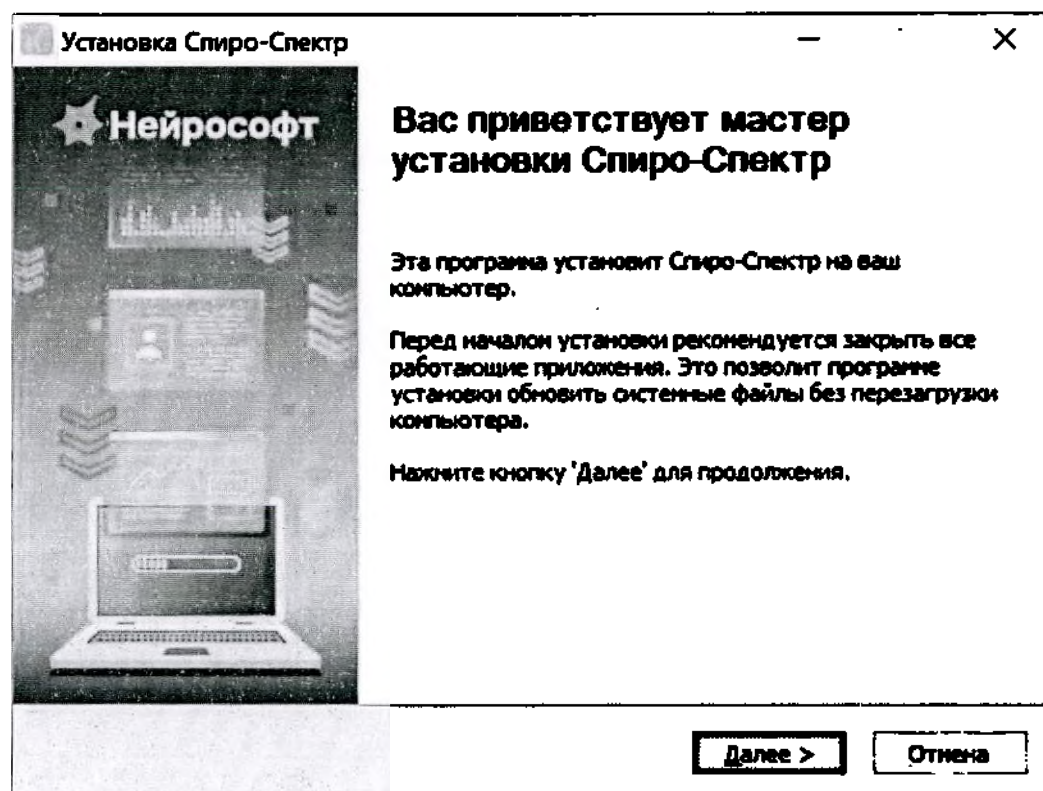

Рис. 15. Запуск программы установки
- После выбора языка интерфейса ПО нажмите кнопку «ОК» для продолжения установки или кнопку «Отмена» для отмены установки. В случае продолжения установки на экране появится следующее окно программы установки (рис. 15).
- Для установки ПО «Спиро-Спектр» щелкните левой кнопкой мыши на кнопке «Далее» (рис. 15) и следуйте инструкции по установке.